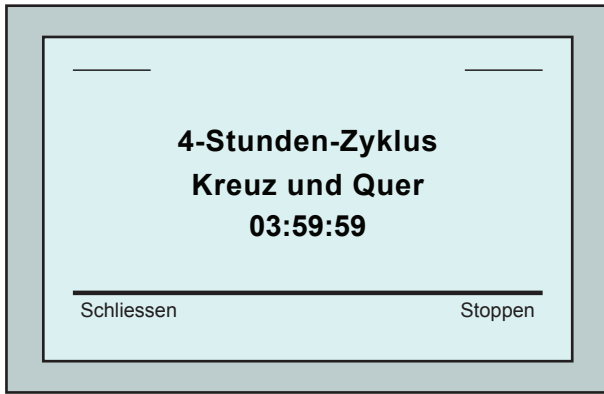

Abbildung 4: Countdown – Bildschirm für 4-Stunden-Zyklus
Drücken Sie im Countdown-Bildschirm auf die Taste **Sperren** (Abbildung 4).
- Drücken Sie im Countdown-Bildschirm (Abbildung 4) auf die Taste **Stoppen**.